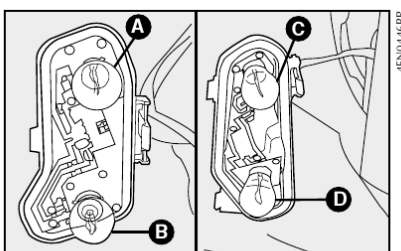

fig. 40
3) remover as lâmpadas **fig. 40** empurrando-as levemente e girando-as levemente.
De 12V-21W para as luzes dos freios **C-fig. 40**.
De 12V-21W para as luzes de marcha a ré **A-fig. 40**.
De 12V-R5W para as luzes de posição **D-fig. 40**.
De 12V-21W para os indicadores de direção **B-fig. 40**.